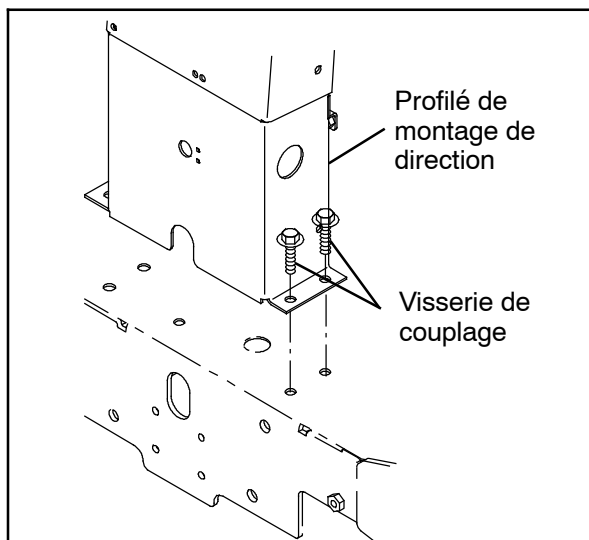

FIG. 41
15. Serrez la visserie (37 - 48 Nm / 27,3 - 35,4 pi lb) du profilé de montage de direction. (Fig. 41)